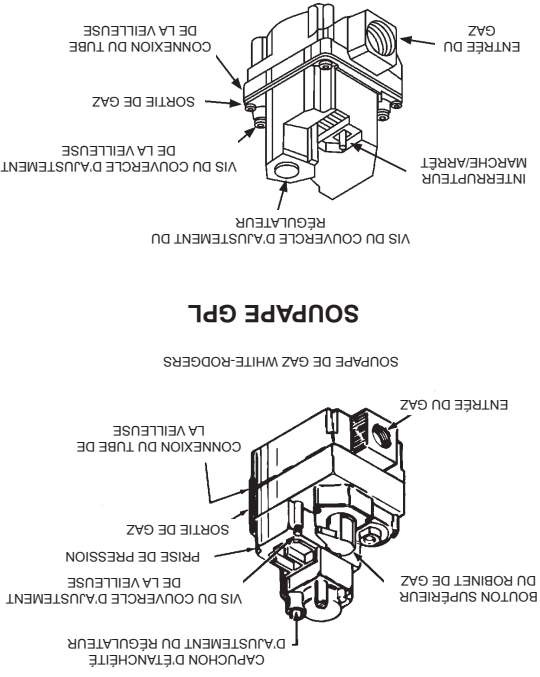

FIGURE 31.
La Figure 31 illustre les deux types de régulateurs de gaz combinés utilisés sur ces chauffe-eau. Si le régulateur de gaz devient défectueux, ne pas tenter de réparer. Un nouveau régulateur devrait être installé à la place du défectueux.
- Ajuster la flamme de la veilleuse au moyen d'un ajustement du gaz de la veilleuse dans le régulateur de gaz. Voir Figure 31.
- La flamme de la veilleuse devrait envelopper le dispositif de détection avec une flamme de 1,6 cm (5/8"); Figure 30. Enlever la vis du couvercle d'ajustement de la veilleuse, Figure 31. Tourner la vis intérieure d'ajustement dans le sens horaire pour augmenter ou dans le sens antihoraire pour diminuer la flamme de la veilleuse. S'assurer de remettre la vis du couvercle sur le régulateur de gaz après l'ajustement afin de prévenir une fuite de gaz possible.